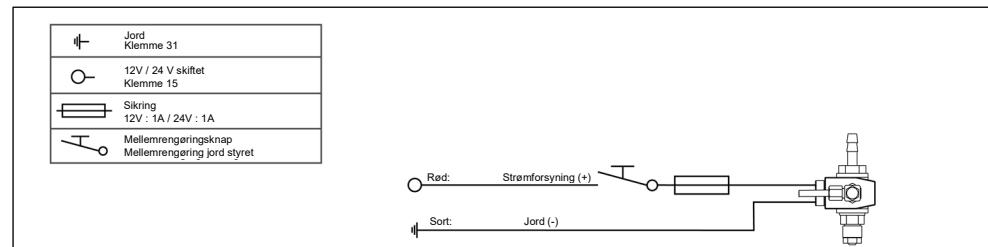

Fig. 65
Hvis der er en kontaktstyret, strømforsyning med sikring (klemme 15) med tilstrækkelig spænding (se Fig. 65 - Fig. 73), kan den bruges.
- 40)** Tilslut den elektroniske komponent til maskinens strømforsyning (se Fig. 65 - Fig. 73).